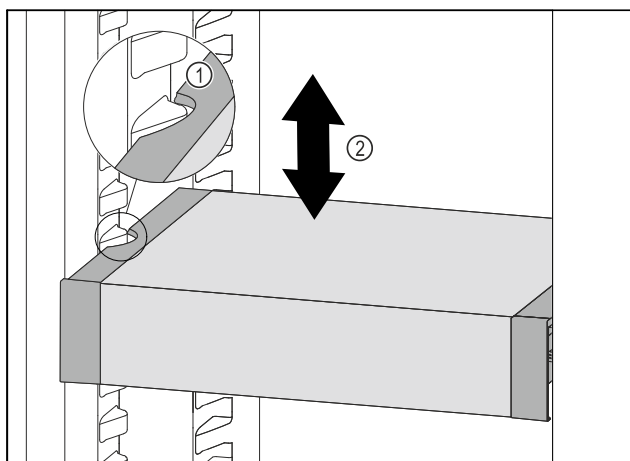

Fig. 63
- ▶ Tirer le VarioSafe vers l'avant jusqu'à ce que les encoches latérales du VarioSafe soient à la hauteur de la nervure du bac dans la partie réfrigérateur. Fig. 63 (1)
- ▶ Déplacer le VarioSafe vers le haut ou vers le bas dans la partie réfrigérateur jusqu'à ce que la hauteur souhaitée soit atteinte. Fig. 63 (2)